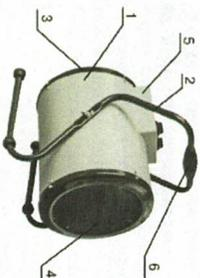

Рис. 1 Тепловая пушка
5.1 Схема тепловой пушки представлена на рис. 1.
5.3 Корпус (1) пушки (см. рис.1) изготовлен из листовой стали, покрытой высококачественным полимерным покрытием. Корпус закреплен на подставке (2) с помощью двух резьбовых зажимов и имеет возможность поворота в вертикальной плоскости. Угол поворота фиксируется резьбовыми зажимами. Внутри корпуса установлены трубчатые электронагреватели и осевой вентилятор. Вентилятор всасывает и подает в помещение через переднюю решетку (4). Блок управления (5) расположен в верхней задней части корпуса. Ручка (6) служит для переноски теплового вентилятора. Подключение к электросети осуществляется с помощью шнура питания с сетевой вилкой.
5.5 Электрическая схема пушки представлена на рис. 1 Приложения.